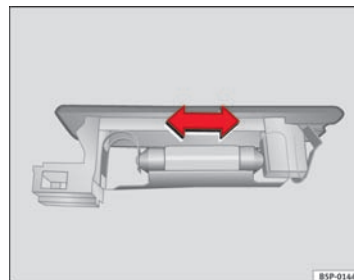

Fig. 167 Bagagerumslys
- Tryk pæren til siden, og tag den ud af holderen → Fig. 167.